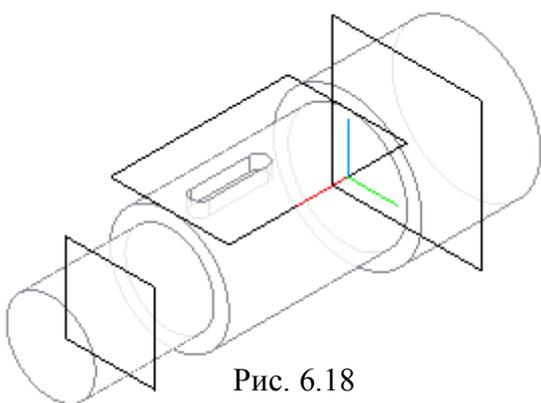

Рис. 6.18
4. Паз формируем с использованием команды  **Вырезать выдавливанием** (рис. 6.18).